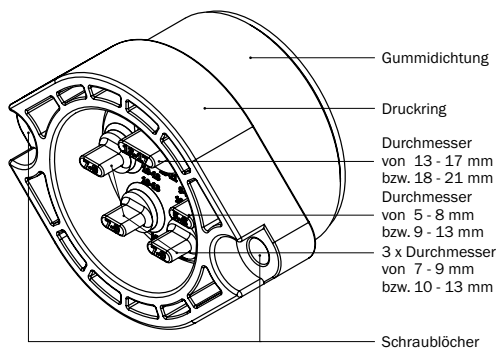

Abbildung 10.1: **KRASO® BKP Dichteinsatz - Telekommunikation** - Blindstopfen mit Durchmessern
- Entfernen Sie die Blindstopfen des **KRASO® BKP Dichteinsatzes - Telekommunikation** - entsprechend der ermittelten Durchmesser (s. Abbildung 10.1).